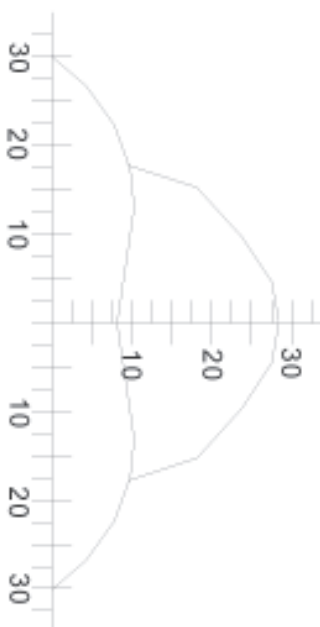

Abb. 1
- Der Abstand zwischen Kontakt und Magnetgehäuse sollte vorzugsweise ca. 20 mm betragen (Abb. 1). Bei Vorhandensein von ferromagnetischen Werkstoffen in der Nähe der Anordnung sind die Schaltbereiche gesondert zu ermitteln. Grundsätzlich sollte der Magnet in der Mitte des Ruhebereichs unter Beachtung der VdS-Montagebestimmungen montiert werden.